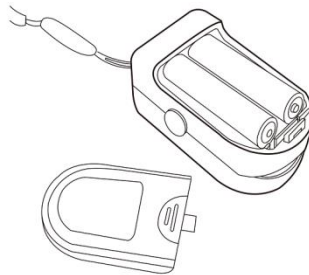

Figura 3
A. Ver figura 3 e insertar las dos pilas alcalinas tipo AAA en el sentido correcto siguiendo las indicaciones de la polaridad “+” “-”.